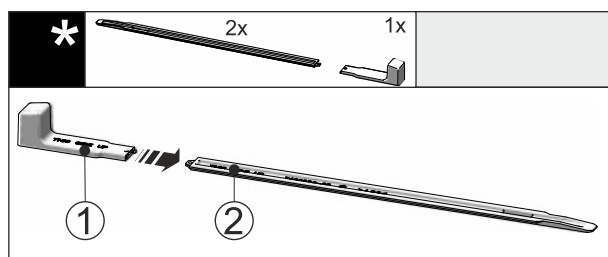

Fig. 54
- Nasuňte montážnu rukoväť Fig. 54 (1) na nivelačnú koľajničku Fig. 54 (2).